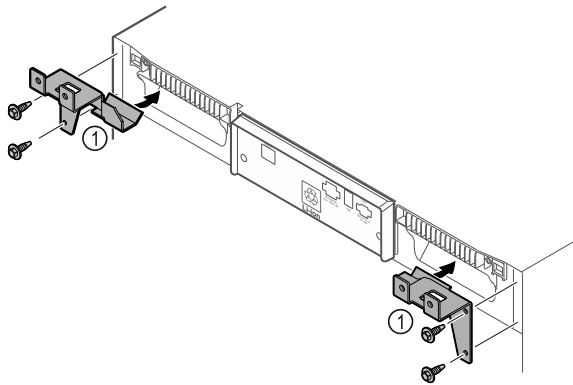

Fig. 10
- ▶ Montare i componenti di tenuta Fig. 10 (1) con viti autofilettanti sul dispositivo.